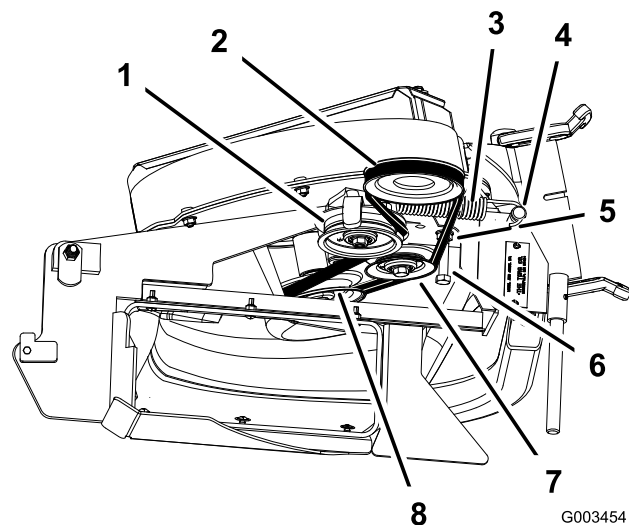

Figura 15
2. Per macchine da 122 cm e 132 cm, allentate il bullone del guidacinghia (Figura 15).
3. Montate la cinghia attorno alla puleggia del soffiatore e alla puleggia tendicinghia fissa (Figura 15).